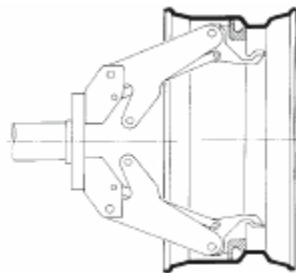

Рис. 11
**Примечание:** зажимайте колесо с ободом, с выемкой таким образом, чтобы выемка находилась около внешней стороны обода (рис.11).